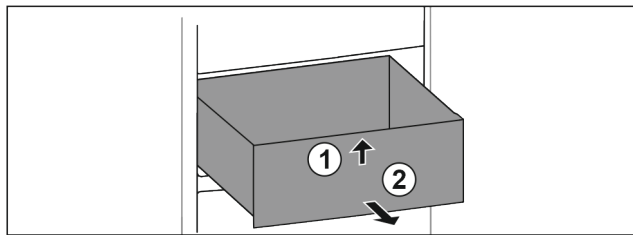

Fig. 24
- ▶ Løft skuffen foran. Fig. 24 (1)
- ▶ Ta ut skuffen framover. Fig. 24 (2)